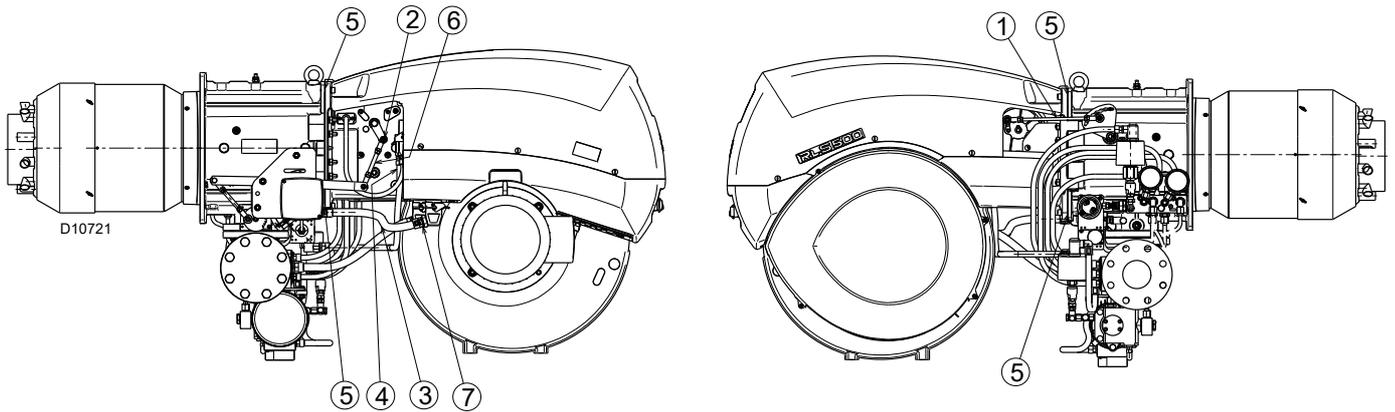

Fig. 45
- Quitar los tirantes 1) y 6)(Fig.45) de la palanca de movimiento del cabezal y apertura de los registros, aflojando las tuercas 2).